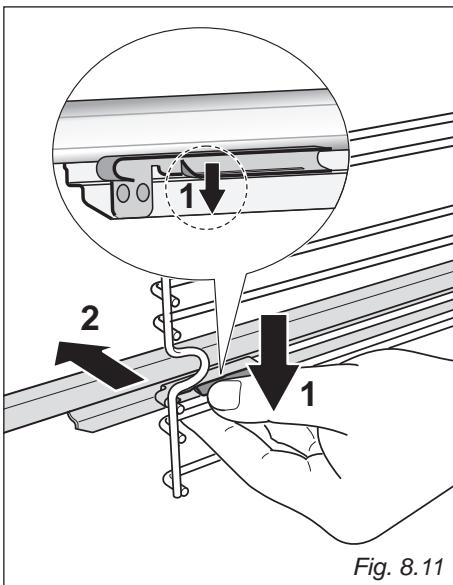

Fig. 8.11
- Repérez les verrous de sûreté. Il s'agit de languettes qui s'agrafent sur le fil de la grille latérale (flèche 1 sur la fig. 8.11).
- Écartez les verrous de sûreté du fil pour libérer ce dernier (flèche 2 sur la fig. 8.11).